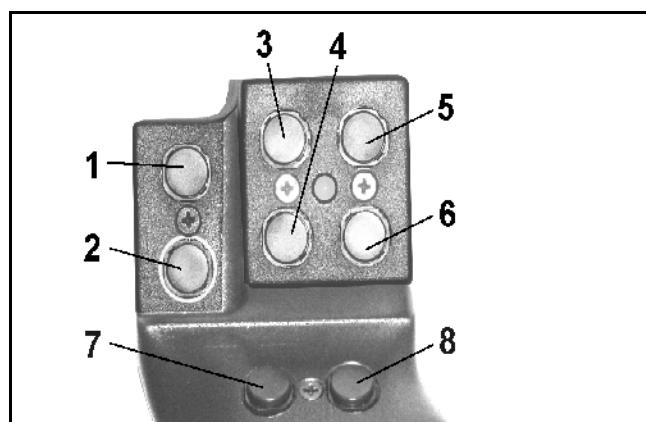
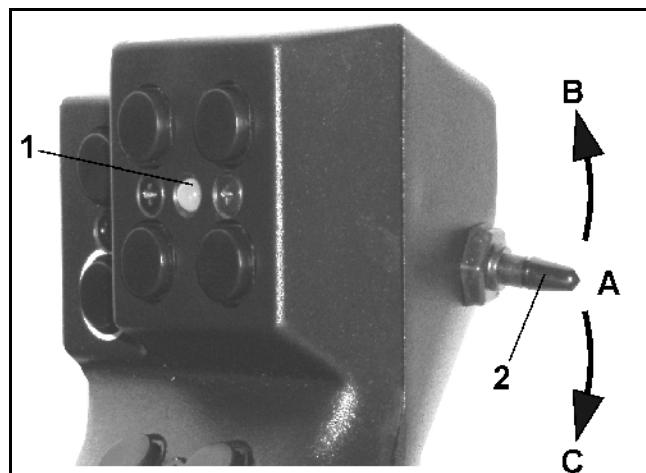

Рис. 46
Рис. 47
Для обслуживания **AMATRON⁺** многофункциональная рукоятка (Рис. 46) имеет 8 клавиш (1 - 8). Кроме того при помощи переключателя (Рис. 47/2) назначение клавиш может изменяться 3-кратно.
- ➡ центральном положении (Рис. 47/A) и может переставляться
- ➡ вверх (Рис. 47/B) или
- ➡ вниз (Рис. 47/C).
Положение переключателя отображается посредством светодиода (Рис. 47/1).